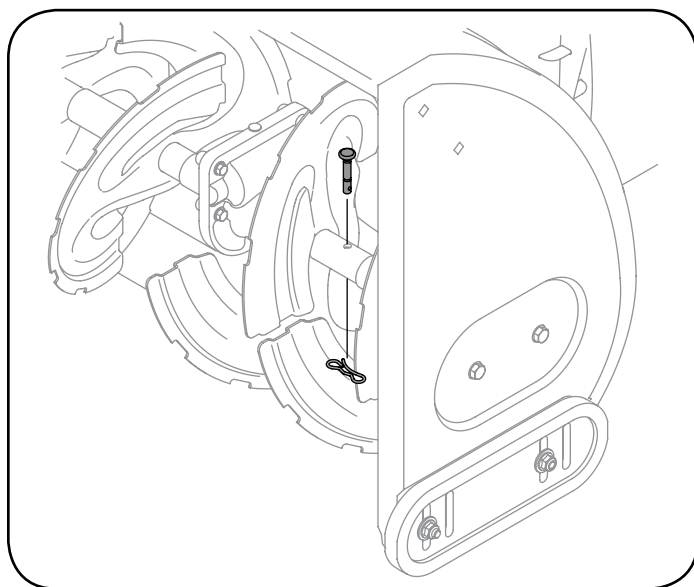

Figura 39
- La barrena está sujeta al eje espiral con pasadores de cuchilla de cabezal redondo - Pieza del fabricante original N° 738-04124A. Consulte la Figura 39.